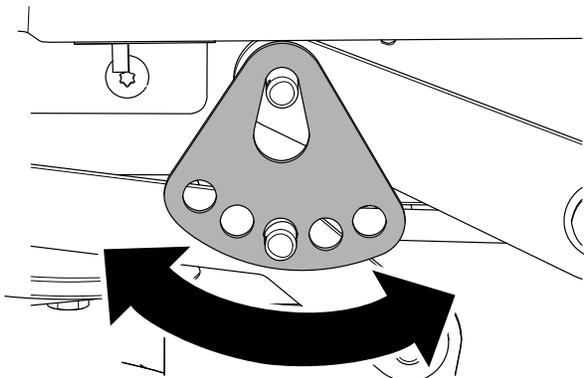

図 62
7. 刈高プレートを取り付けた時にプレートがデッキの重量を支えるように、プレート別の穴にセットする 図 62。
8. ワッシャとヘアピンコッターを取り付ける 図 62。